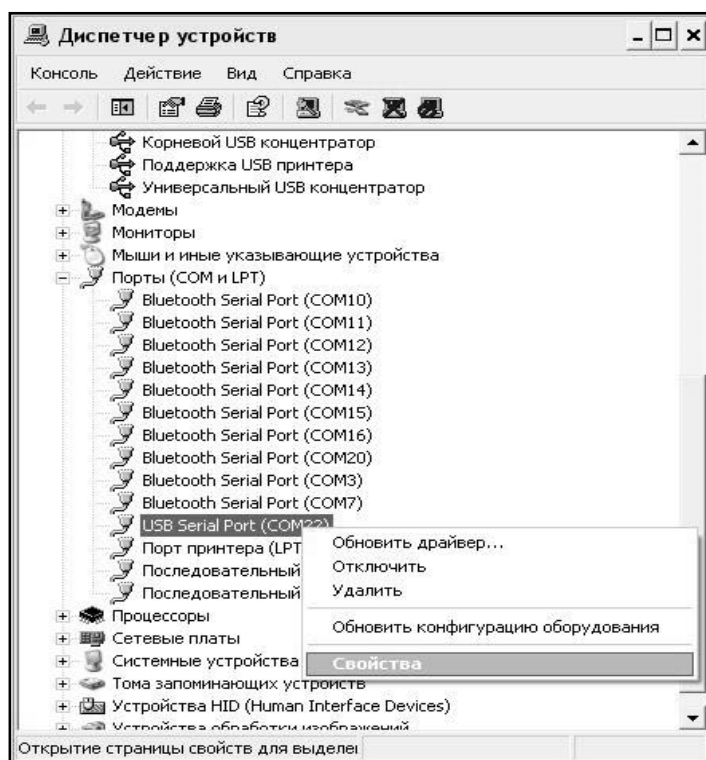

Рисунок 2.5 - Окно диспетчера устройств
- найти строку «USB Serial Port (COM№)», в скобках указан номер COM-порта, если номер в скобках «1», то настройка завершена и ничего менять не нужно, если номер не «1», то необходимо вызвать окно свойств «USB Serial Port (COM №)» (правой клавишей мыши щелкнуть по строке USB Serial Port (COM №) и выбрать пункт меню «Свойства») (см. рис. 2.5), перейти на вкладку «Параметры Окна».